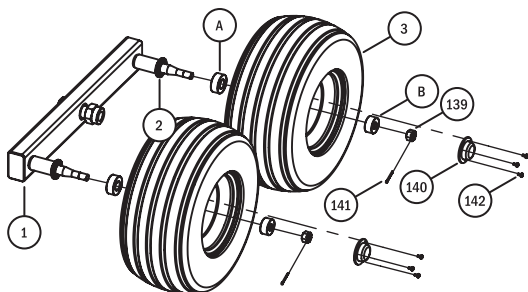

Fig. 2
Étape 5 : Assemblez les essieux tandem oscillants. Les roulements de roue coniques (A et B sur la **fig. 2**) sont expédiés sur l'essieu oscillant (1). Déposez l'écrou à créneaux (1), déposez les roulements. Nettoyez et